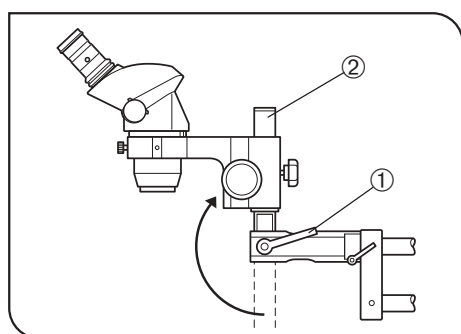

Fig. 20
5. Lors de l'observation d'un objet de grande taille ou lors de l'emploi d'un objectif auxiliaire ayant une longue distance de travail, desserrer le levier de blocage de l'inclinaison ①, tourner le fût de montage ② de 180° de façon à ce qu'il pointe vers le haut, et monter le corps microscope au-dessus du bras horizontal. (Fig. 20)